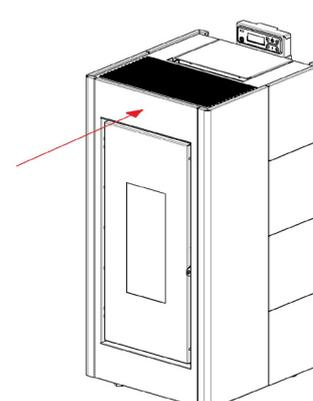

Fig. 32 - Die vordere Platte erneut positionieren
- Die vordere Platte erneut positionieren (siehe **Fig. 32 auf S. 21**).